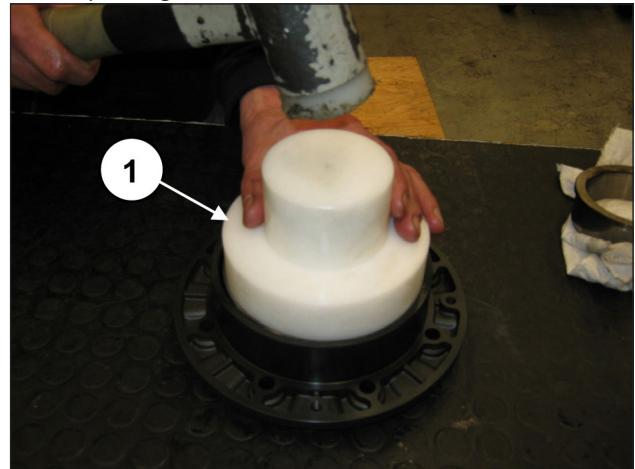
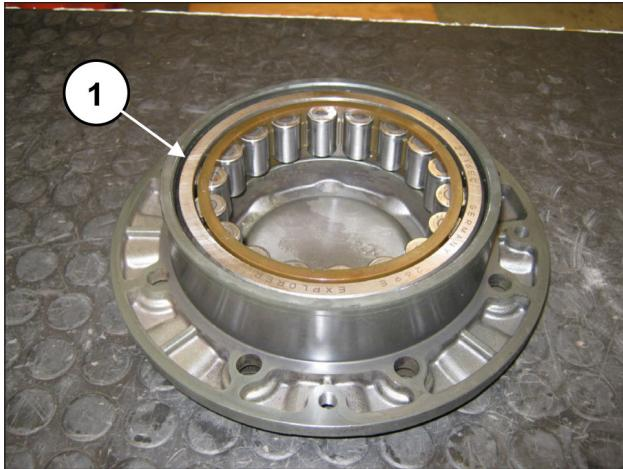

Fig. 55
Fig. 56
Répéter l'opération sur le couvercle du coussinet en prémontant la bague externe du coussinet du vilebrequin à l'aide de l'outil réf. 27605000 (rep. ①, Fig. 55) et le pousser à fond (rep. ②, Fig. 56).